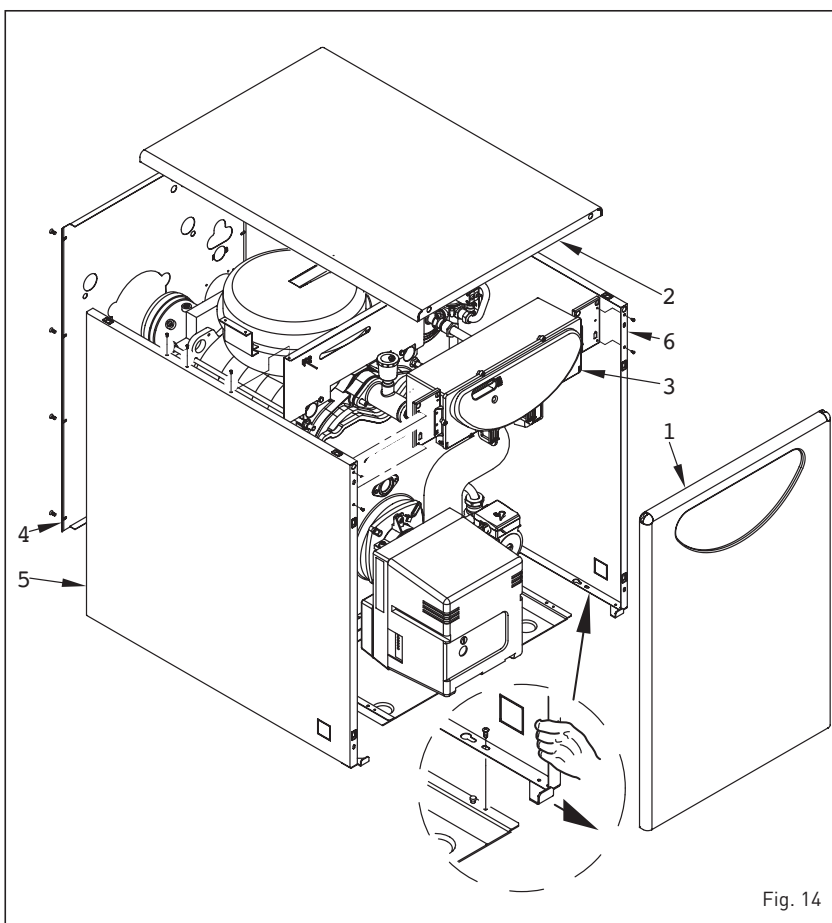

Fig. 14
4.1 DESMONTAGE DE LA ENVOLVENTE (fig. 14)
Pour nettoyer plus facilement la chaudière on peut démonter complètement la jaquette en suivant la progression numérique indiquée sur la fig. 14.